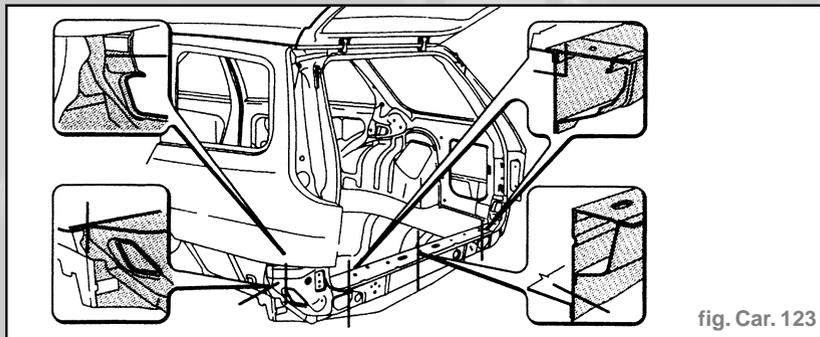

fig. Car. 123
- Nous indiquons les sections de la tôle aux endroits les plus significatifs afin de permettre à l'opérateur de régler la position et la profondeur de la découpe de façon à ne pas endommager les tôles situées en-dessous (fig. Car. 123).